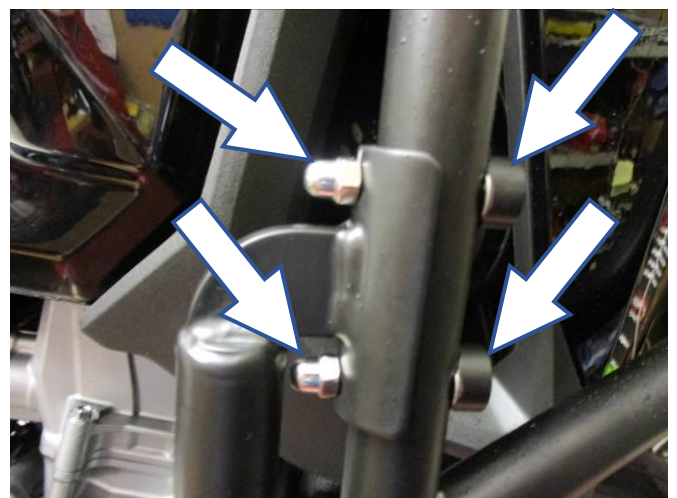

Abbildung 12
- Die zwei Distanzhalter an den M6 Schrauben (**Artikel 4 and 5**) montieren. Die Schrauben durch den oberen Adventure Bar-Sturzbügel in die obere Montagehalterung des unteren Adventure-Sturzbügel einführen wie in **Abbildung 12** abgebildet. Die obere Schraube kann komplett eingeschraubt sein, aber die Hutmutter (**Artikel 7**) muss an den unteren Schrauben eingerastet sein, bevor sie festgezogen wird. Die übrige Mutter kann dann an der oberen Schraube befestigt werden – siehe **Abbildung 12**.